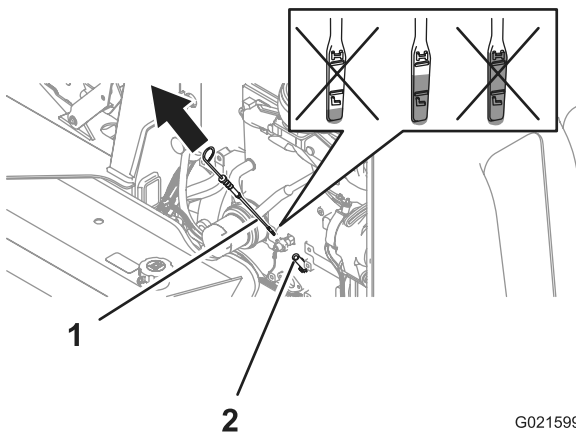

Figura 21
2. Retire la varilla (Figura 21) y límpiela con un trapo limpio (Figura 21).
3. Introduzca la varilla a fondo en el tubo de la varilla, luego retire la varilla (Figura 21).